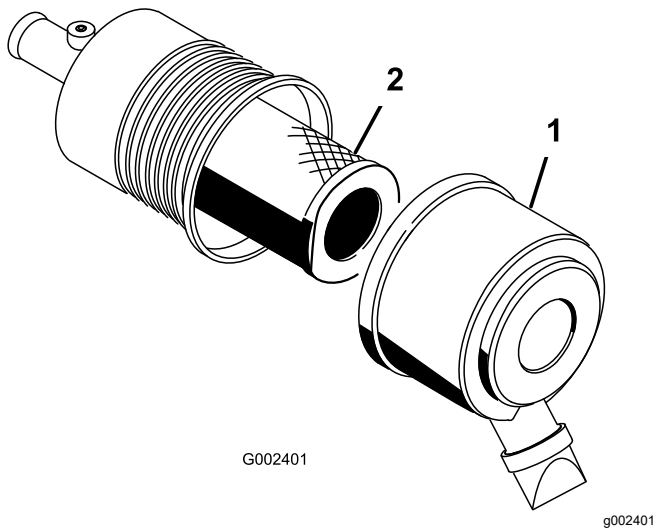

Figura 44
1. Abra los cierres del limpiador de aire y tire de la tapa de la entrada de aire para separarla del cuerpo del limpiador de aire (Figura 44).
3. Extraiga con cuidado el filtro del cuerpo del limpiador de aire (Figura 44).
5. Introduzca el filtro con cuidado sobre el tubo de la carcasa (Figura 44).
6. Instale la tapa del limpiador de aire con el lado hacia arriba, y fije los cierres (Figura 44).